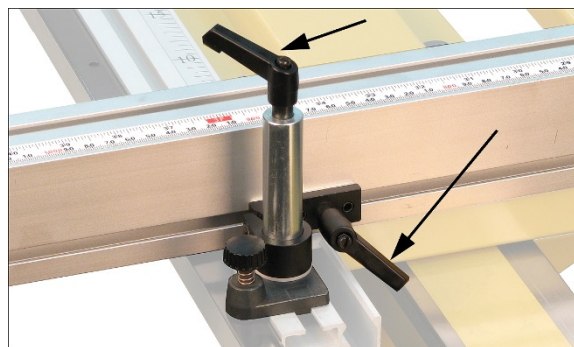

Рисунок 8-5
4. Если угольник не прилегает к поверхностям, ослабьте обе ручки фиксатора угла (рисунок 8-5) и сдвиньте конец упора так, чтобы угольник стал прилегать к обеим поверхностям.